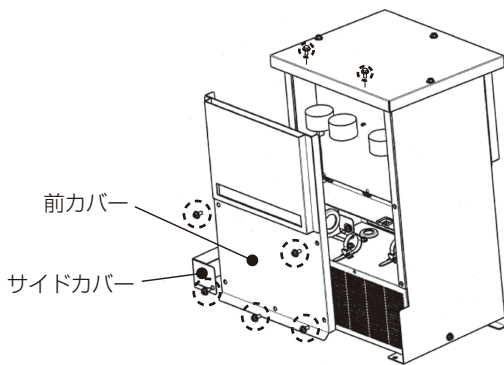

図1
- ①アクティブフィルターの前カバーとサイドカバーを取外す。(図1)
- ⑤前カバーとサイドカバーを、図1で(破線丸印)で示すネジ7カ所で元通り固定する。